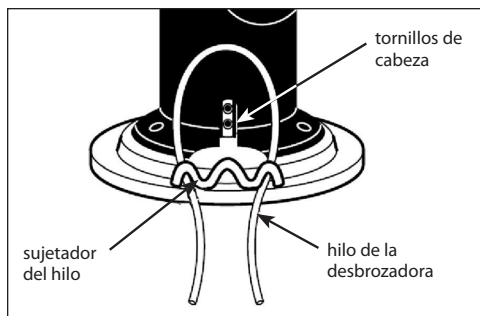

FIGURA 10: Pasar el nuevo hilo de la desbrozadora.
3. Primero, pase los extremos del nuevo hilo de la desbrozadora a través de los bucles exteriores. **CONSULTE LA FIGURA 10.**